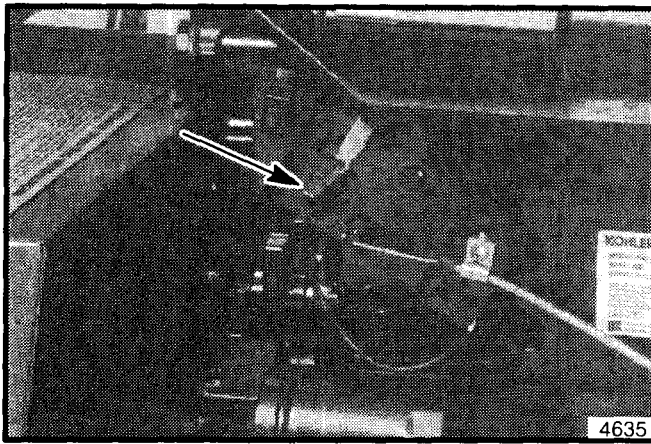

Abbildung 3. Chokekontrolle
4. Bei kaltem Motor, den Choke wie benötigt bedienen. Der Choke befindet sich an der Vorderseite des Motors (siehe Abbildung 3).